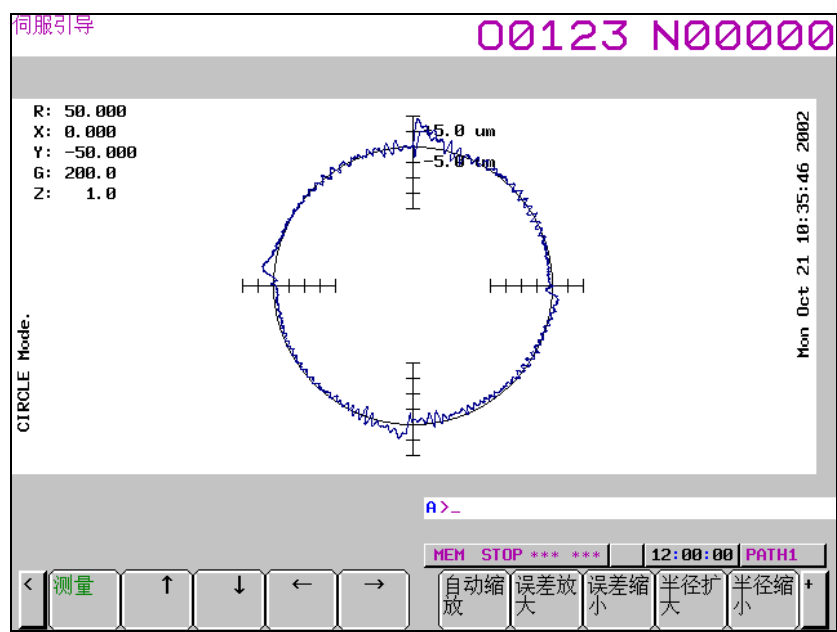

图1.9.1.3 (f)
- 29 测量结束后，出现 图 1.9.1.3 (f)所示的波形画面。